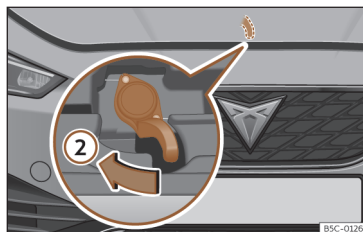

Fig. 223 Alavanca sob o capô.
• Para levantar o capô, pressione para a esquerda com a palma da mão para baixo a alavanca situada sob o capô, no centro >>> Fig. 223 ②. Os ganchos de fixação ficam desbloqueados.